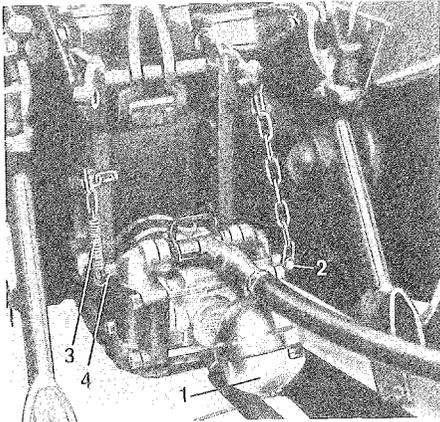

Abb. 2
Zum Schluß wird die mittels einer Zugfeder (3) am kurzen Hebel (4) angebrachte Kette ebenfalls an einem festen Punkt des Traktors mittels Klappsplint oder Schraube befestigt – Abb. 2. Hierbei soll die Zugfeder so gespannt werden, daß die Ketten straff sind und beim Betrieb der Pumpe nicht schlagen.